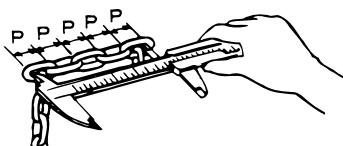

図21 ピッチ測定方法
- (1)ロードチェーンは、部分的にではなく、全体をチェックしてください。5個のリンクのピッチ(P)の和を、図21のように、ノギスで測定してください。
- (2)通常は30cmおきに測定してください。但し、限界値に近いときは、より多くの場所を測定し、一部分でも限界値に達していたら新品と取り替えてください。
- (3)リンクとリンクの接触部の摩耗やキズなどにより、線径が初期線径の95%未満(最も小さい測定値となる測定を行うこと)になっている部分が1箇所でもあれば、新品と取り替えてください。以下3項目のいずれか1つでも該当するロードチェーン・手鎖は、新品と取り替えてください。
- (4)ロードチェーンに有害なキズ、変形、さびがある。
- (5)手鎖の操作時、ハンドホイルとの噛み合いが良好でないもの。手鎖にキズ、変形、さびがある。
- (6)溶接スパッタの付着が見られるなど、高熱にさらされたと考えられる場合。